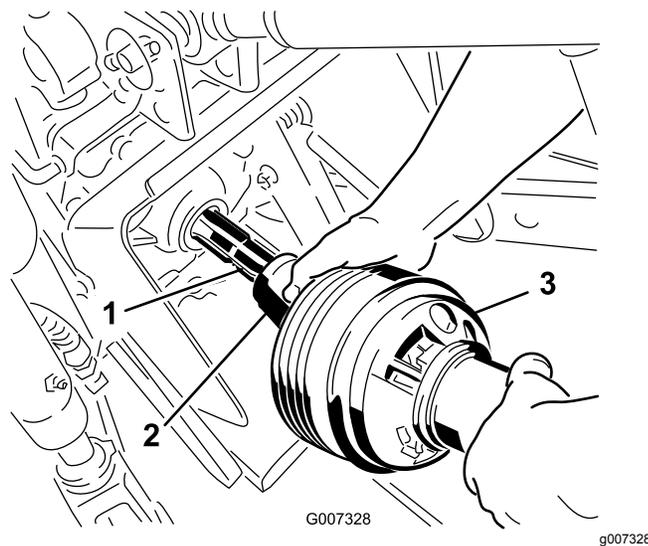

**Figure 10**
- 1. Sur le ProCore 864 uniquement, déposez la protection inférieure de PDF (Figure 10).